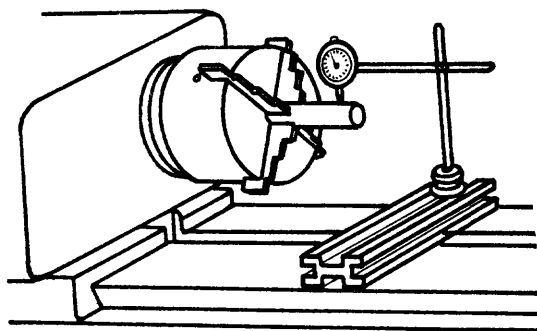

Fig. 3
- b Haga rozar el palpador con la superficie a rectificar (fig. 3).